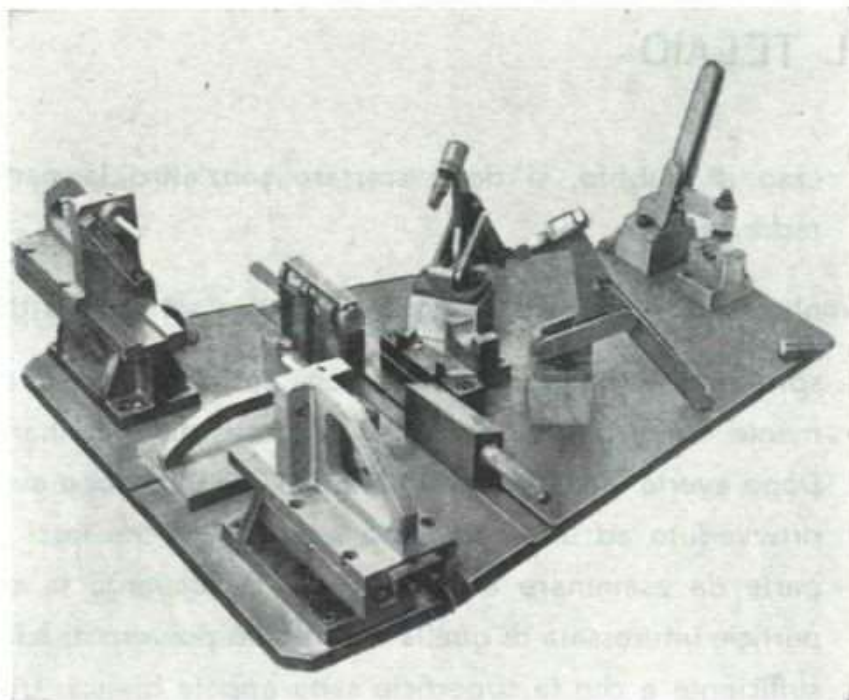

Fig. 68
a) **RADDRIZZATURA DELLA FORCELLA**, attrezzo n. 59651, fig. 68.
essa deve venire anzitutto bloccata sull'attrezzo (vedi fig. 68).